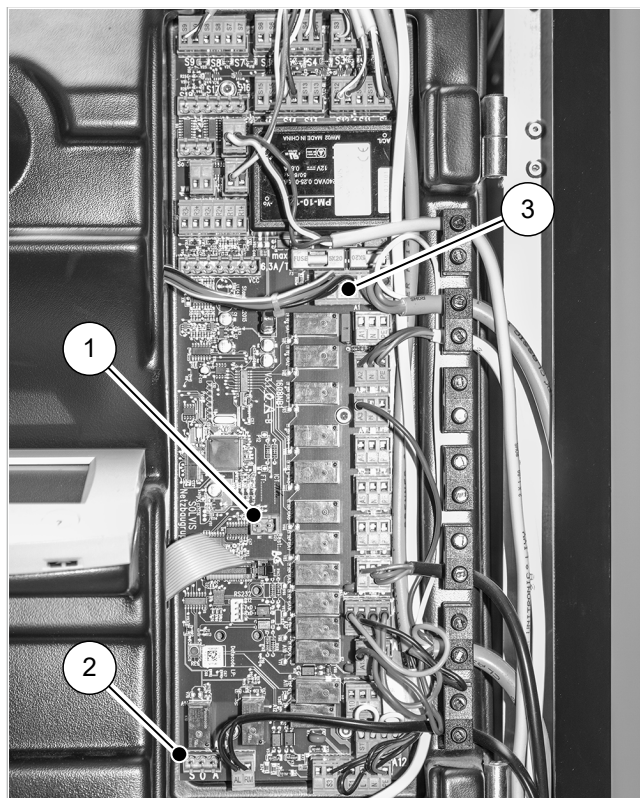

Abb. 8: Anschluss an Netzplatine
1. Halblech (2) mit drei Schrauben an die Rückseite der Konsole für die Netzplatine (1) des SolvisMax montieren.
2. Stecker Massekabel (4) und Stecker A14 A/Ö/S (6) zur Netzplatine führen und dort gemäß → Abb. 8, S. 10 aufstecken.
2. Den 7-poligen Stecker in den dafür vorgesehenen Platz auf der Netzplatine stecken (siehe → Abb. 8 (3)).